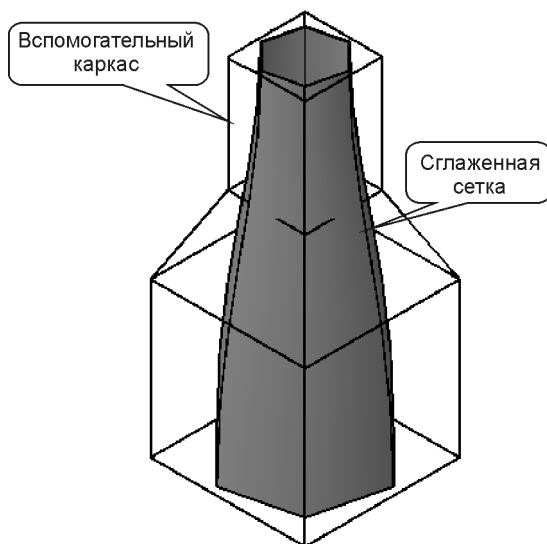

Рис. 11.3. Многоугольная сеть после сглаживания
- ♦ **Edit vertex** (Вершина) — позволяет выбрать одну из вершин сети и выполнить над ней и прилегающими сегментами различные операции редактирования (рис. 11.3). Программа сначала помечает на экране первую вершину знаком \times и выдает запрос на редактирование вершин в виде списка дополнительных опций: